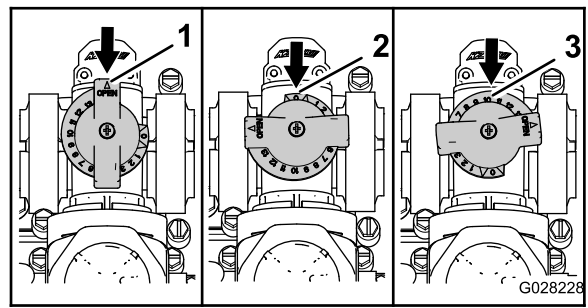

Bild 31
- Das Rührwerksicherheitsventil ist ganz geöffnet, wie in A von Bild 31 abgebildet.
- Das Rührwerksicherheitsventil ist geschlossen, wie in B in Bild 31 abgebildet.
- Das Rührwerksicherheitsventil ist in einer mittleren Stellung (relativ zum Druckmanometer für das Sprühsystem eingestellt), wie in C von Bild 31 abgebildet.